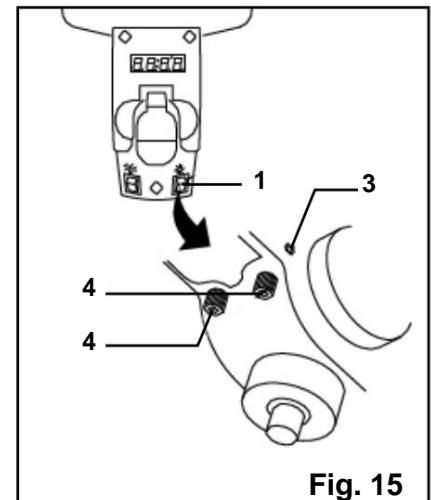

Fig. 15
3. Placera en kombinationsruta (fig. 15 - 5) (ingår ej) på bordet enligt bilden, och placera den långa raka kanten av kombinationsrutan mot borrkronan. Se till att borrkronan är parallell/inriktad exakt mot kvadratens raka kant.
JUSTERING AV LASERN (FIG. 15 & 16)
2. Vrid laseromkopplaren (fig. 15 - 1) till läget ON.
- a. Använd den medföljande 3 mm insexnyckeln och vrid laserjusteringsskruvarna (fig. 15 - 3) moturs. Det finns en på varje sida av huvudet.
- b. Vrid laserljushuset (fig. 15 - 4) tills de två laserlinjerna skär varandra där borren möter arbetsstycket.
5. Dra åt justeringsskruvarna igen (fig. 15 - 3).